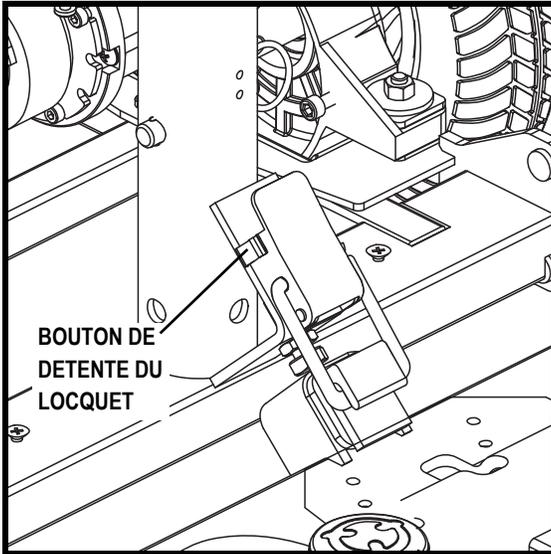

Figure 11. Loquet fermé
6. Pesez sur le bouton de détente du loquet à bascule pour le débloquer tout en tirant sur le loquet vers l'avant. **Voir la figure 11.**
4. Fermez et verrouillez le loquet en position. **Voir la figure 11.**